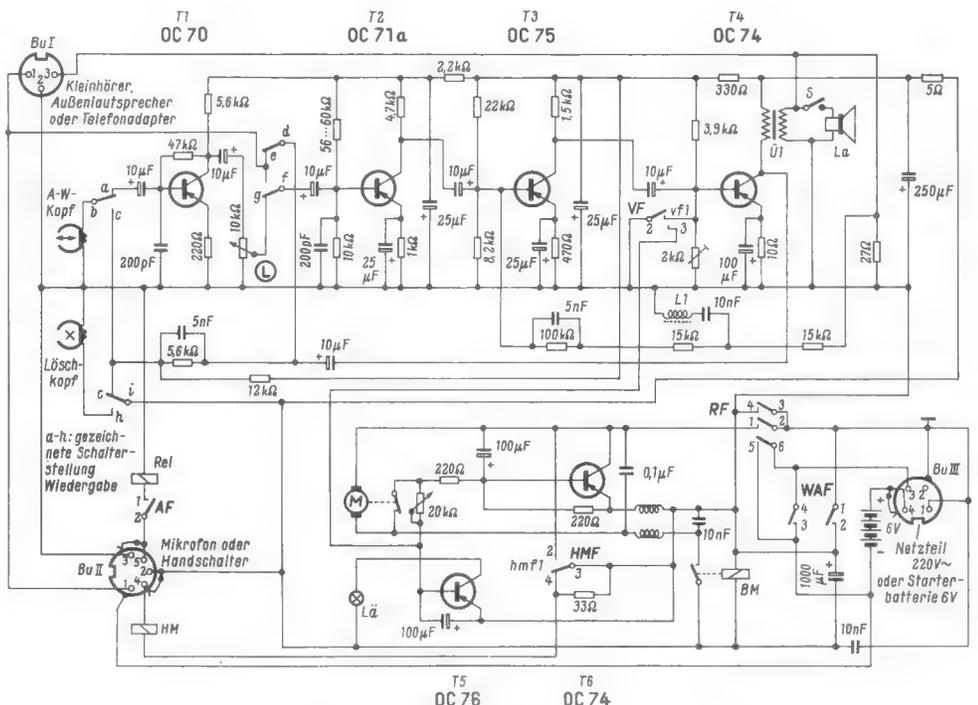

Bild 2. Gesamtschaltung der Conferette
2. Wer den Wechselstrommagneten nicht entfernen will, verwendet statt des Flachgleichrichters eine Gleichrichtersäule B 40/0,5. Dann ist das Loch in Bild 2 mit 4-mm-Gewinde zu versehen; in dieses wird der Gleichrichter mit seinem Befestigungsbolzen vorsichtig hineingeschraubt und mit einer Kontermutter von oben auf dem Chassis befestigt. Als Schaltkontakt dient der Federsatz einer Erdtaste von einem Fernsprechapparat oder ähnlichem. Dieser Federsatz wird so im Gerät angebracht und justiert, daß er, in der Nähe des GA-Hebels befindlich, gerade dann umschaltet, wenn der Anker noch etwa 1 mm vom Kern entfernt ist.